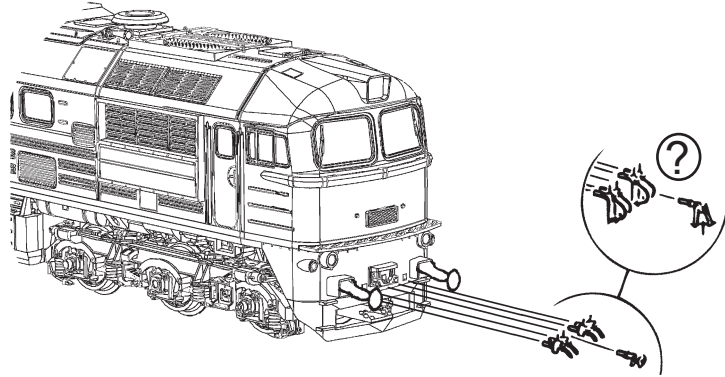

Fig. 4
3. Haftreifenwechsel: Zuerst den Getriebedeckel abnehmen (Fig. 4). Danach den **Radsatz** herausnehmen und die **Haftreifen** mit einer Nadel od. mit einem feinen Schraubendreher abziehen (Fig. 6). Beim Aufziehen der neuen Haftreifen darauf achten, dass diese sich nicht verdrehen.
3. Change of traction tyre: Remove the gear cover (fig. 4). Take out **wheel set** and remove **traction tyre** using a pin or a fine screwdriver (fig. 6). When pressing on the new traction tyre please **avoid twisting it**.